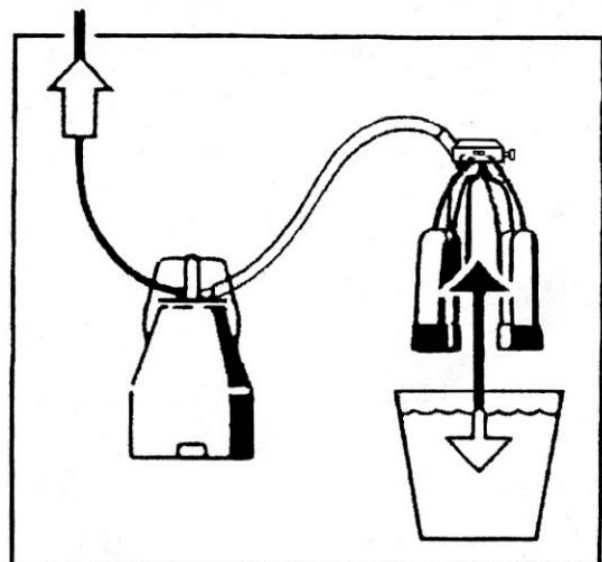

Рис. 14
6.1 После окончания доения необходимо закрыть крышку бидона, смыть гряз с доильной аппаратуры чистой водой, как показано на рисунке 13. Вложить очищенную аппаратуру в ведро с горячей водой или дезинфицирующей жидкостью и запустить вакуумную установку. Промыть таким образом несколько раз доильную аппаратуру, шланги и бидон, в конце промыть все чистой водой для того чтобы смыть остатки дезинфицирующей жидкости, как показано на рис. 14.